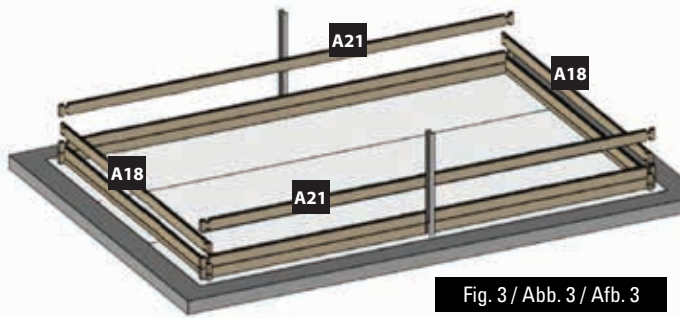

Fig. 3 / Abb. 3 / Afb. 3
**EN 3rd LAYER OF BOARDS:** Install the third layer of boards as shown in figure 3. The position of the refilling fitting with the key and the skimmer should be defined at the start of the assembly (read the specific paragraphs).
**FR 3ÈME RANGÉE MADRIERS :** Positionnez les madriers de la 3ème rangée conformément à la figure 3. Vous devez avoir déterminé l'emplacement de la buse de refoulement et du skimmer dès le début du montage (voir paragraphes spécifiques).
**DE 3. BRETTERREIHE:** Platzieren Sie die Bretter der dritten Reihe laut Abb. 3. Zu Beginn der Montage müssen Sie die Lage des Druckventils und des Skimmers festlegen (lesen Sie hierzu die entsprechenden Abschnitte).
**NL 3ª RIJ PLANKEN:** Plaats de planken van de derde rij zoals te zien is op afbeelding 3. U moet al bij aanvang van de montage bepalen op welke plaats het uitstroombondstuk en de skimmer moet komen (less de betreffende paragrafen).